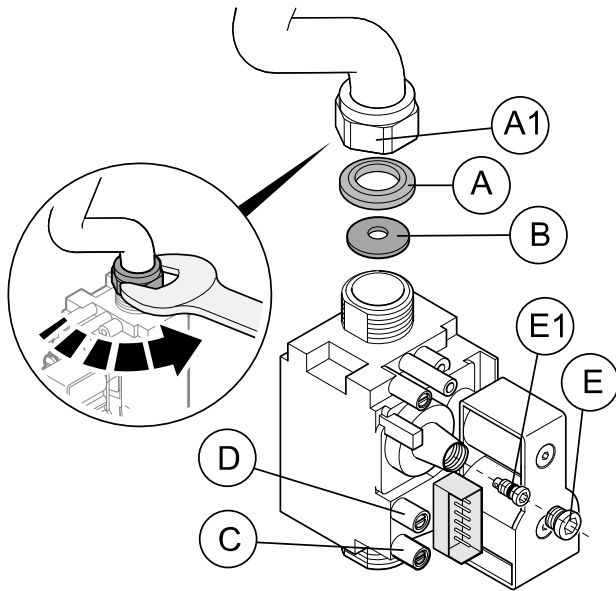

Figura 1
H.3 Ajuste de la válvula de gas (consulte Figura 1)